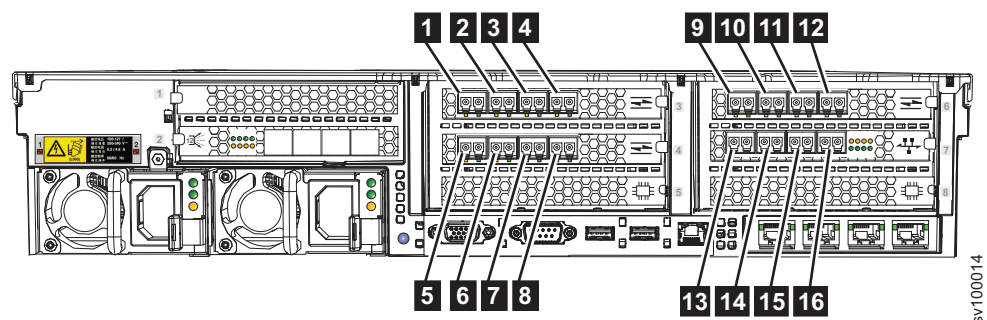

Figure 17. Numéros des ports Fibre Channel dans une configuration standard
figure 17 présente les numéros de port Fibre Channel (FC) physiques lorsque la carte Ethernet optique 10 Gbps est configurée pour les communications Fibre Channel over Ethernet (FCoE).